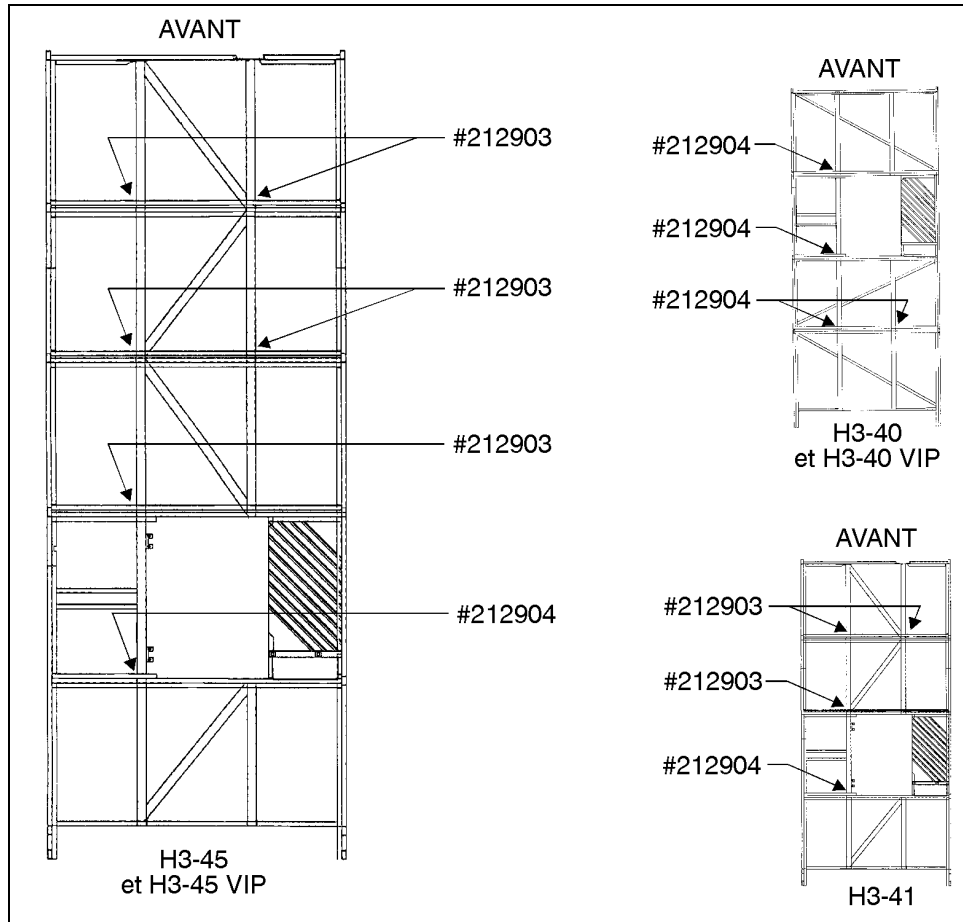
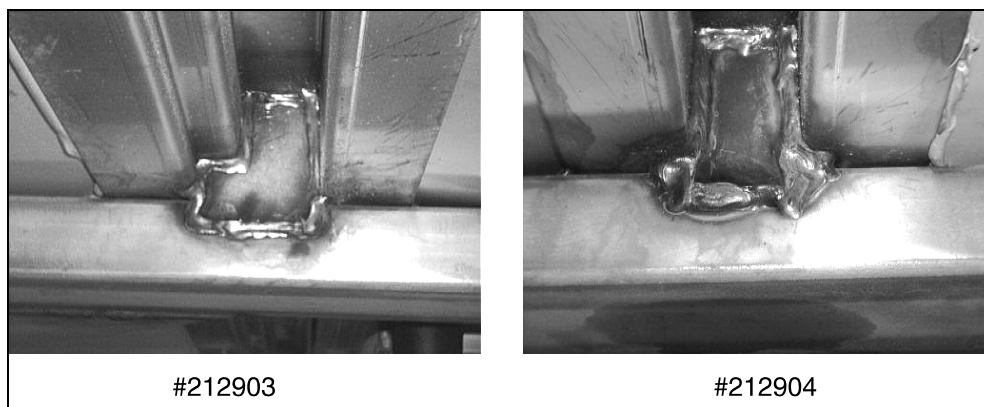

FIGURE 1: LOCALISATION DES RENFORTS
FIGURE 2
2. Sous le véhicule, localiser les endroits où doivent être posés les renforts (voir Fig. 1, représentant le dessous du véhicule entre les essieux avant et arrière, et Fig. 2).
4. Effectuer les soudures tel que vues à la figure 2 (voir étape 5 pour les instructions de soudure).